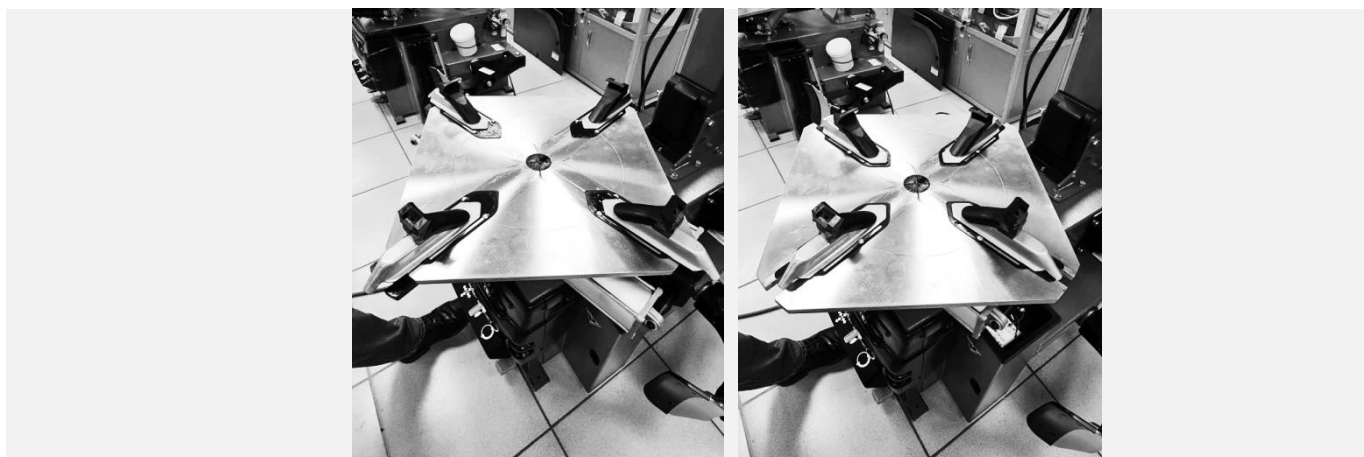

Рисунок 51
- Плавно нажать педаль управления зажимными кулачками до среднего положения, сведя зажимные кулачки таким образом, чтобы насечка на поворотном столе примерно соответствовала диаметру колеса, промаркированной на ползуне кулачка (см. Рисунок 51).